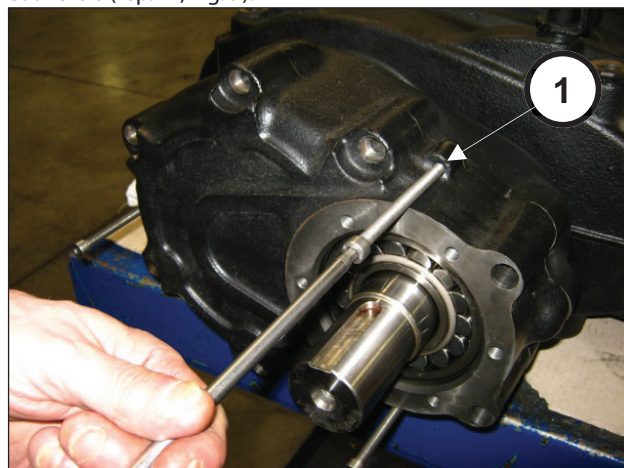
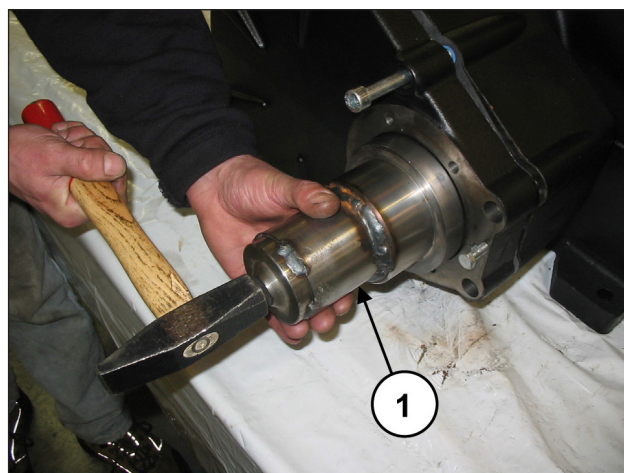

Fig. 8
Fig. 9
Visser progressivement les 3 goujons filetés (rep. ①, Fig. 8) avec la fonction d'extracteurs et en même temps, à l'aide de l'outil spécial (réf. 27887000), taper dessus de façon à ce que le roulement reste sur le pignon pendant l'extraction du couvercle (rep. ①, Fig. 9).